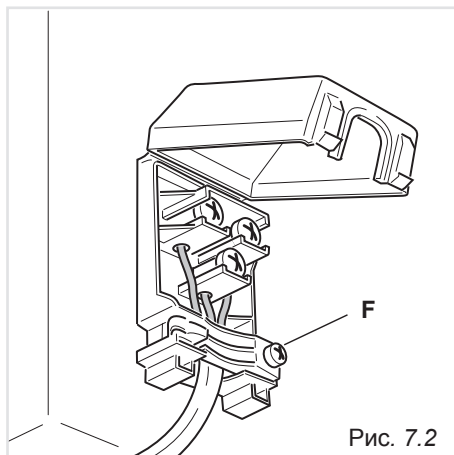

Рис. 7.2
- Откройте сальниковое уплотнение кабеля, отвинтив винт «F» (Рис. 7.2), открутите винт, скрепляющий зажим и извлеките кабель.